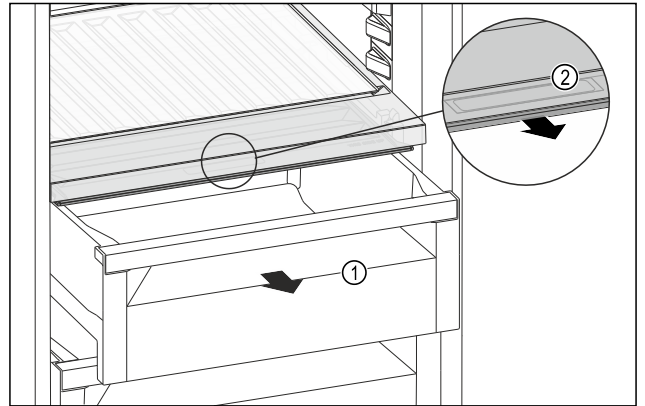

Fig. 210
- ▶ Húzza ki a fiókot Fig. 210 (1).
- ▶ Fogja meg a süllyesztett fogantyút Fig. 210 (2) a rekeszfedélen, és ezzel egy időben húzza előre felé a rekeszfedélet.